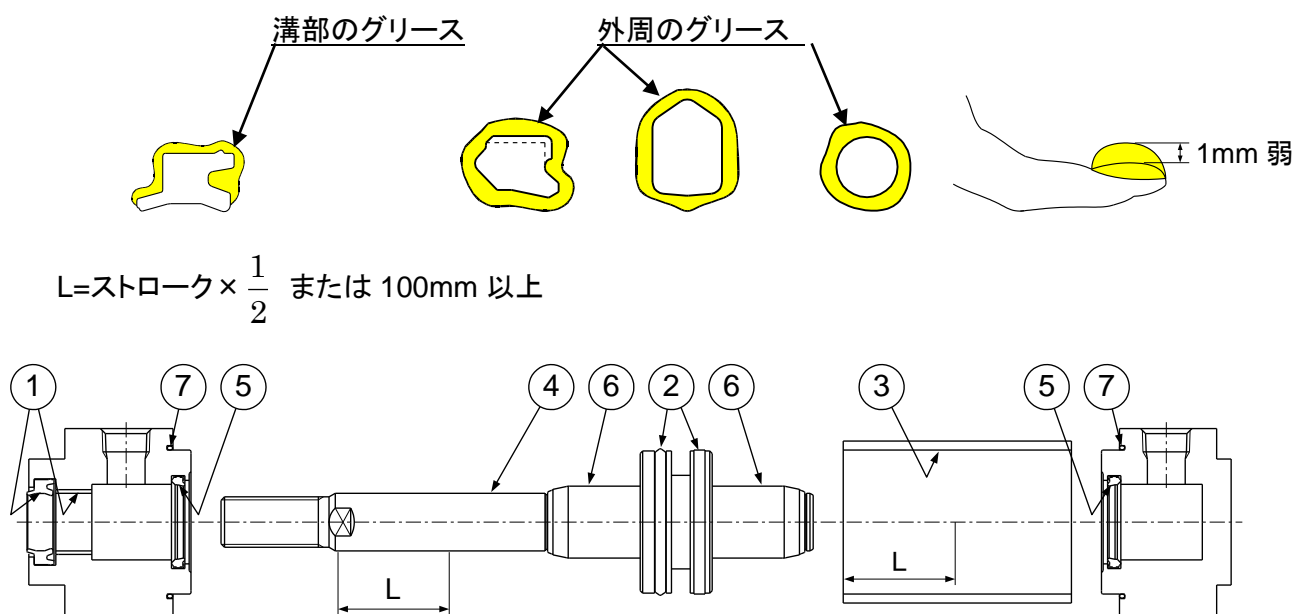

図9. グリース塗布位置
シリンダの各部品には図9の各部分にグリースを塗布しますが、100ストロークのシリンダ1本につき表10の量が必要です。目安としては人差指ですくった程度が約3(g)です。
1) ロッドパッキン、クッションパッキン(図 9, ①⑤)
2) ピストンパッキン (図 9 ②)
3) チューブガスケット (図 9, ⑦)